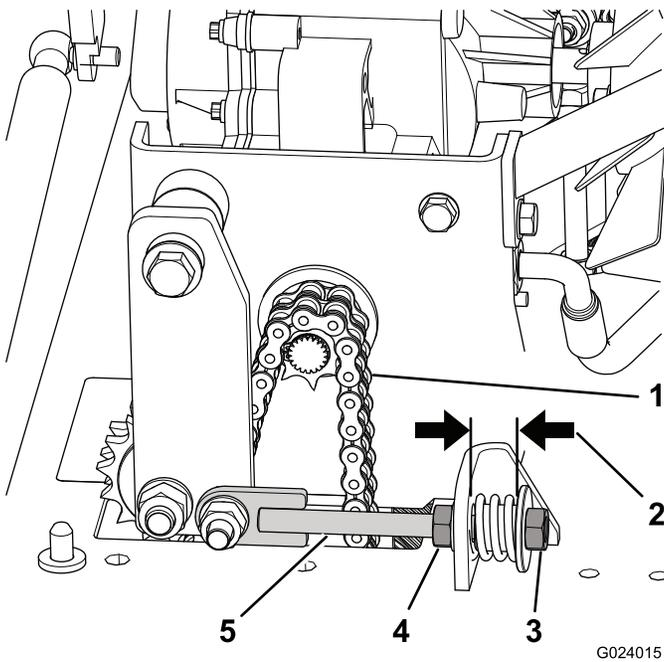

Figure 36
- Desserrez l'écrou de blocage sur la tige de tension (Figure 36).
- Desserrez ou serrez l'écrou de tension jusqu'à ce que l'entretoise et le support fixe soient séparés de 19 mm ; voir Figure 36.